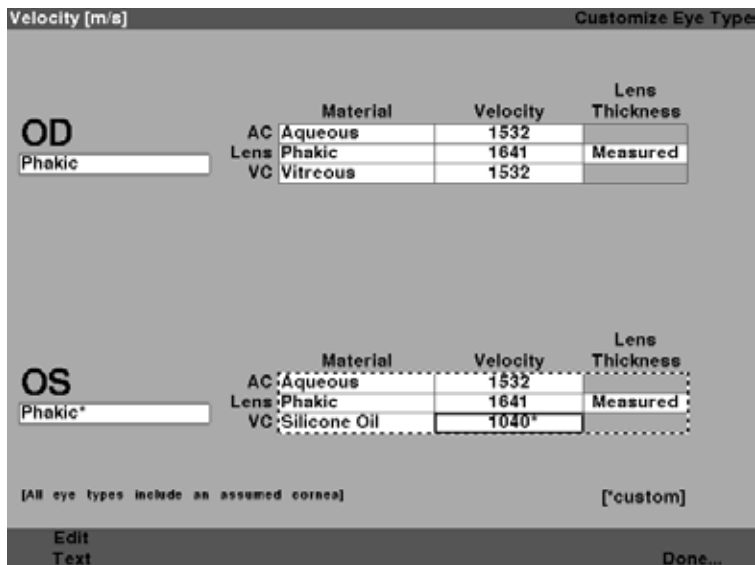

Figura 7-7 Tipo de olho OS customizado
12. Todas as mudanças customizadas no Tipo de olho do paciente serão acompanhadas por um asterisco (*), conforme mostrado na Figura 7-7 na próxima página.